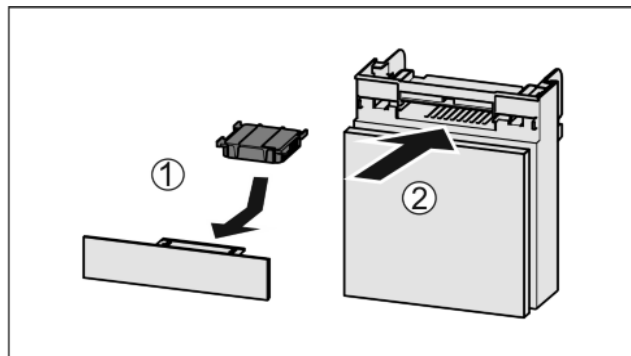

Fig. 34
- ▶ Filtr s aktivním uhlím vložte podle vyobrazení Fig. 34 (1).
- ▶ Zásuvku zasuňte Fig. 34 (2).